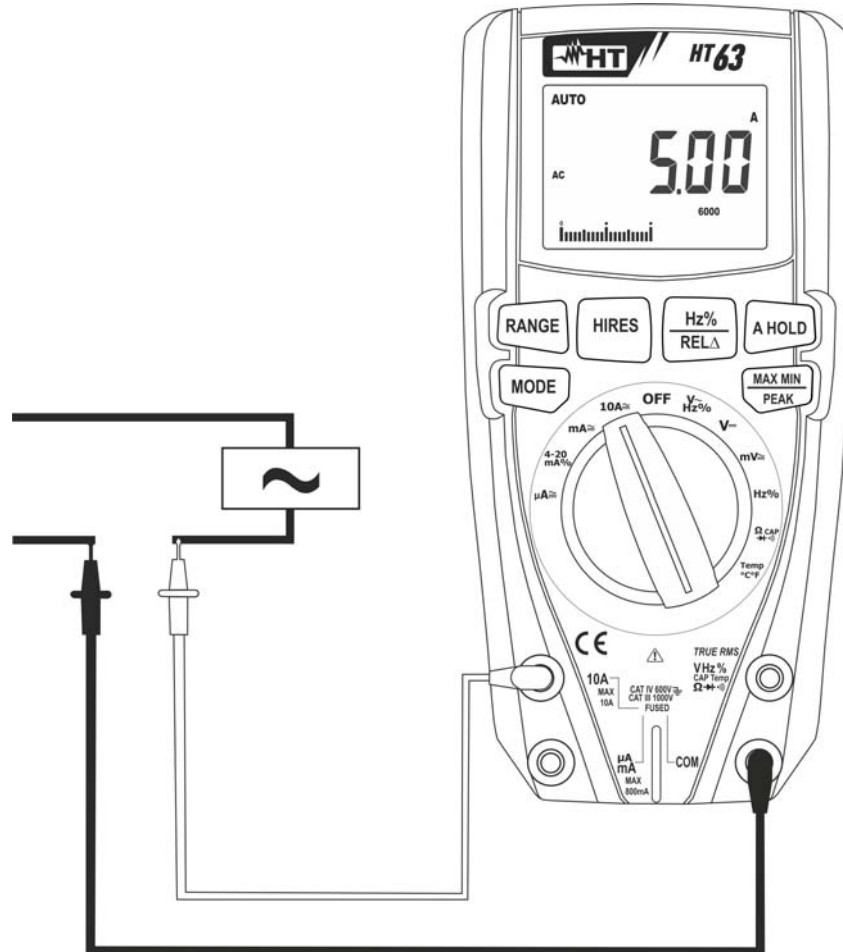

Fig. 10: Uso dello strumento per misura di Corrente AC
5. Collegare il puntale rosso ed il puntale nero in serie al circuito di cui si vuole misurare la corrente (vedere Fig. 10)